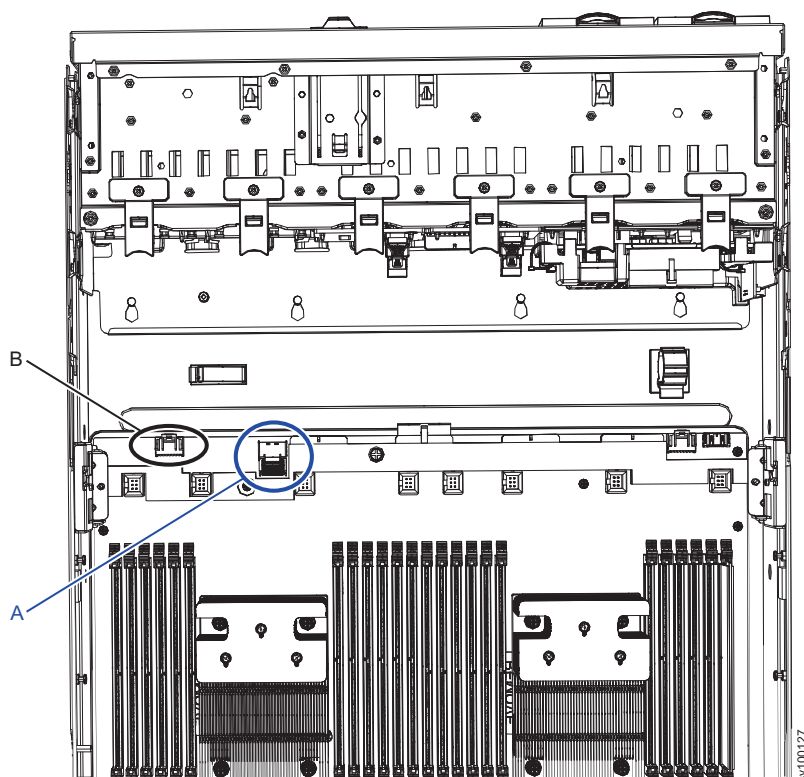

Figura 263. Conectores a cabo na placa-mãe para os cabos do painel de informações do operador
2. Remova os cabos azuis e pretos dos conectores (**A** e **B**) na placa-mãe, conforme mostrado em Figura 263 na página 327.